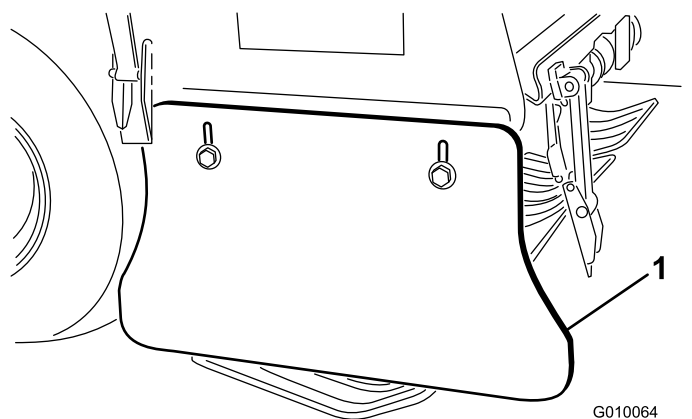

図 63
2. サイドシールドをフレームに固定しているボルトとナットをゆるめる 図 63。